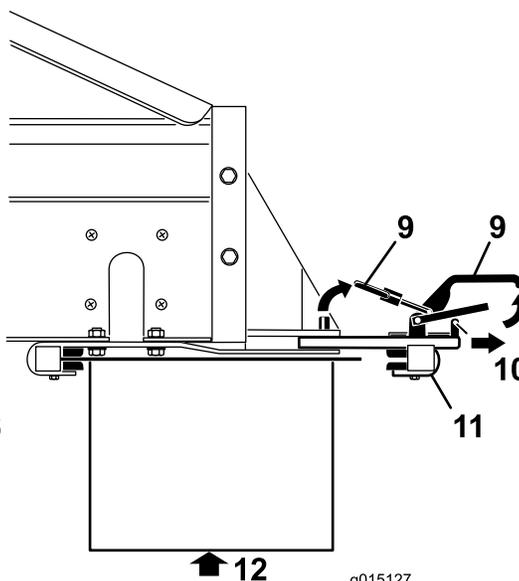

Рисунок 48
3. Снимите зажимы предохранительных защелок с рукояток хомутов (Рисунок 48).
4. Поднимите предохранительную защелку, затем поднимите рукоятки хомутов дополнительного навесного орудия и освободите стопорные кольца от стопорных штифтов (Рисунок 48).
5. Выведите задний узел хомута дополнительного навесного орудия из пазов быстрого подсоединения (Рисунок 48).
6. Вместе с помощником вставьте переднюю кромку поперечного транспортера / поворотного устройства вверх и под заднюю часть машины, в передние хомуты на кронштейнах (Рисунок 48).
7. Поддерживая поперечный транспортер / поворотное устройство, сдвиньте узел заднего хомута дополнительного навесного оборудования назад в пазы кронштейнов и поверх задней кромки (Рисунок 48).
9. Установите зажимы предохранительных защелок на рукоятки хомутов (Рисунок 48).